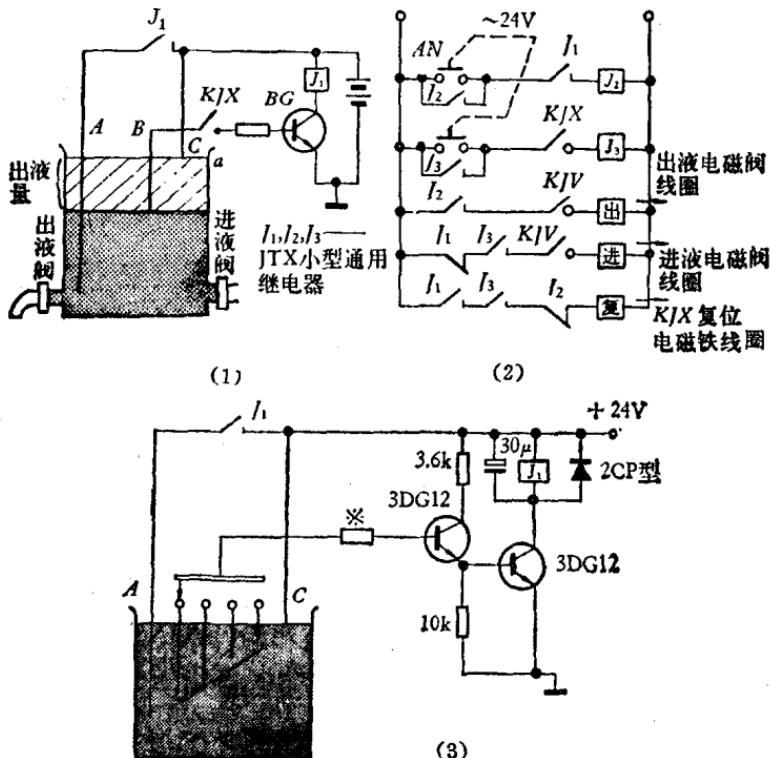

图 1-18
油酱行业的职工利用自动控制水位的原理，革新成功了酱油控量机，实现了售货的自动控量。图 1-18 就是酱油控量机的原理图。
我们先结合图 1-18(1), (2) 来分析一下酱油控量机的工作原理。平时计量容器中液面处于 a 的位置，当按下斤两选择开关 KJX 和品种选择开关 KJV 时，晶体管导通，继电器 J_1 通电，它的常开触点闭合，常闭触点脱开。
再按下按钮开关 AN ，则图 1-18(2) 中的第一、第二两条通路接通， J_2, J_3 通电自保。此时由于 J_2 的常开触点闭合，使第三条通路中出液电磁阀的线圈通电，打开出液阀，计量容器